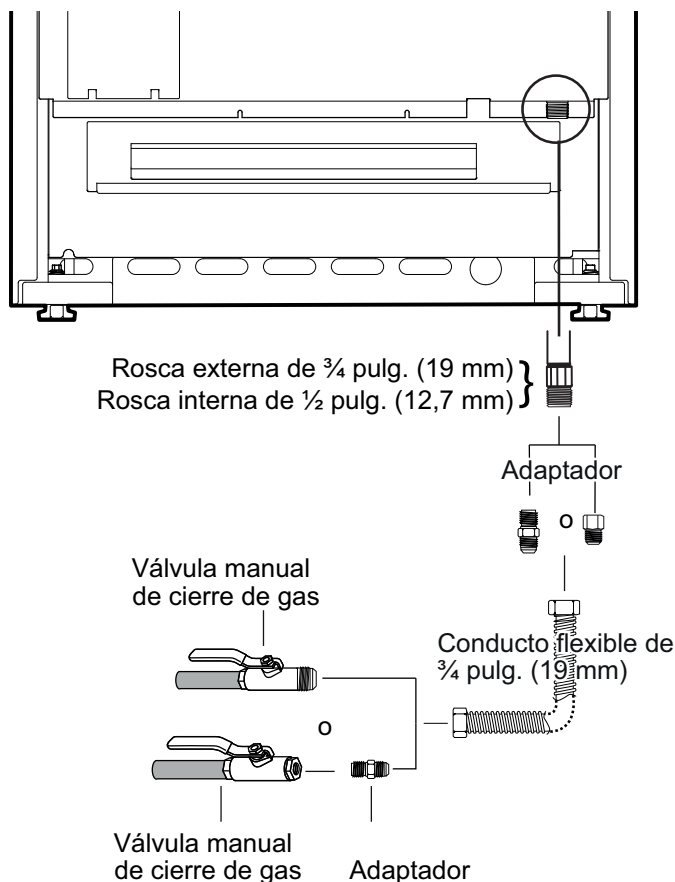

Figura 8: Conexión al suministro de gas
- Utilice una línea flexible de $\frac{3}{4}$ pulg. entre el suministro de gas y la línea de suministro del aparato. La línea de suministro de gas está ubicada en la parte inferior derecha de todas las estufas. (Figura 8). La línea de suministro de gas del aparato es de tipo NPT $\frac{1}{2}$ pulg.